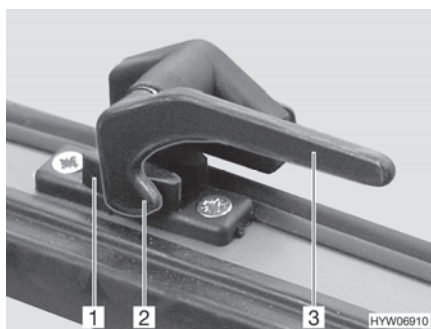

Fig. 36 Levier de verrouillage en position "Fermé"
- Tourner le levier de verrouillage (Fig. 36,3) d'un quart de tour vers le centre de la fenêtre.
- Tourner le levier de verrouillage (Fig. 36,3) d'un quart de tour vers le cadre de la fenêtre. Le tenon de verrouillage (Fig. 36,2) se trouve sur le côté intérieur du verrouillage de fenêtre (Fig. 36,1).
- En position "Fermé" (Fig. 36)